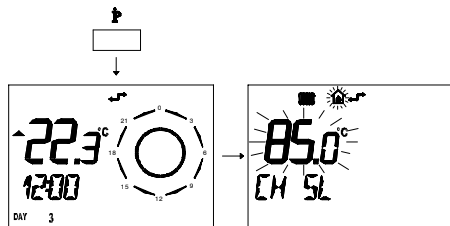

fig. 9.12
- 1 Premere per più di 3 secondi il pulsante per entrare in modalità **NFO**. (fig. 9.12)